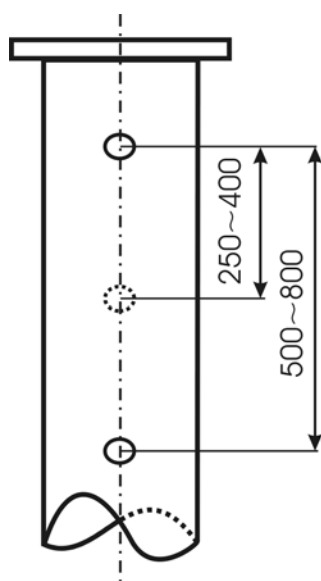

Рис.7.1. Расположение отверстий в направляющей трубе.
5. Для поступления продукта внутрь трубы, по всей её длине, на диаметрально противоположных сторонах проделываются одинаковые отверстия (рис.7.1.) с шагом 250÷400мм. Диаметр отверстий и шаг выбирается в зависимости от внутреннего диаметра трубы. Так, например, для трубы диаметром 80мм шаг должен быть равен 400мм, а диаметр отверстий не более 10мм; для трубы диаметром 200мм, шаг должен быть 250мм, а диаметр не более 20мм.